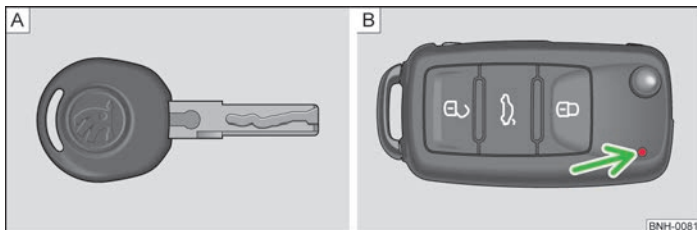
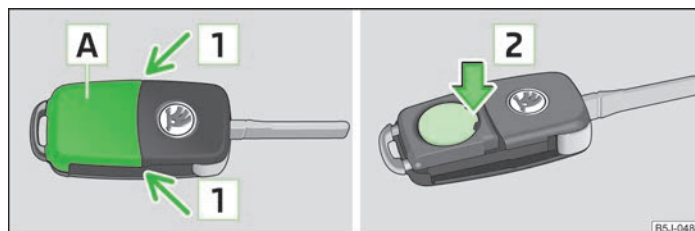

Fig. 8 Cheie fără comandă de la distanță / cheie cu comandă de la distanță (cheie cu telecomandă)
Fig. 9 Cheia cu telecomandă: îndepărtarea capacului/extragerea bateriei
La livrarea autovehiculului primiți două chei. În funcție de echipare, autovehiculul dumneavoastră poate fi echipat cu chei fără comandă de la distanță » fig. 8-A sau cu chei cu comandă de la distanță » fig. 8-B.
Fiecare cheie cu telecomandă conține o baterie, care se găsește sub capacul **A** » fig. 9. Când bateria este descărcată, după apăsarea unei taste, lampa de control de culoare roșie » fig. 8 la pagina 25 - **B** de pe cheia cu telecomandă nu luminează intermitent. Vă recomandăm să vă adresați unui partener contractual ŠKODA pentru înlocuirea bateriei cheii. Dacă doriți totuși să înlocuiți singur bateria descărcată, procedați în felul următor:
- Apăsăți capacul bateriei cu degetul mare sau cu o șurubelniță cu vârf plat, în locurile marcate cu săgețile **1** » fig. 9.